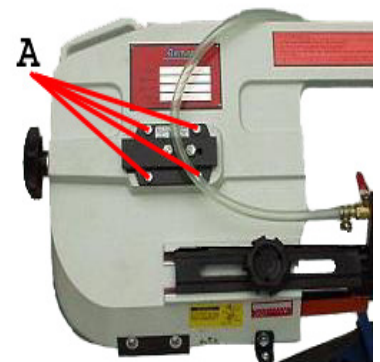

Abb. 17
3. Schrauben (A, Abb. 17) vom Zahnradgehäuse lockern und den Deckel und Dichtung entfernen.